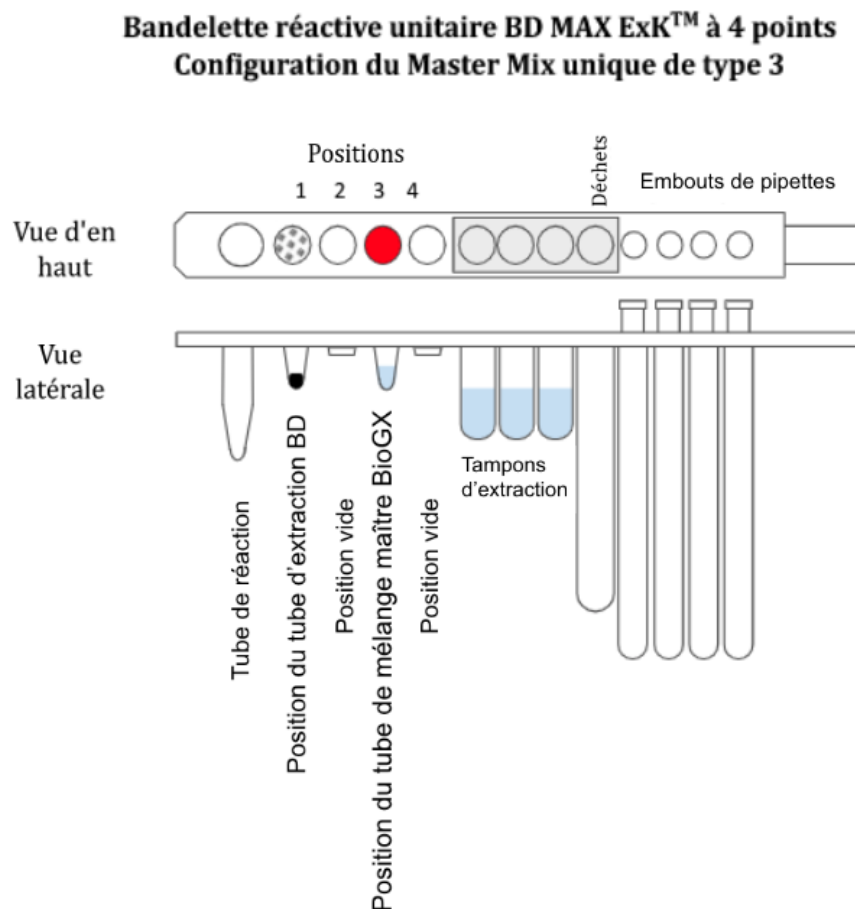

Figure 1. Schéma des bandelettes réactives unitaires BD MAX™ ExK™ TNA-3 à 4 points.
4. Placez un tube d'extraction BD MAX™ à la position 1 (point 1) de chaque bandelette réactive unitaire (figure 1).
5. Insérez un tube conique vide BD MAX™ de 0,3 ml à la position 3 (point 3) de chaque bandelette réactive unitaire (figure 1). Remarque : chaque kit d'extraction BD MAX™ ExK™ TNA-3 contient 24 tubes coniques vides de 0,3 ml.
9. Transférez **15 µL** de Master Mix réhydraté au fond de chaque tube conique vide de 0,3 ml dans la position 3 (point 3) de chaque bandelette réactive unitaire (figure 1).